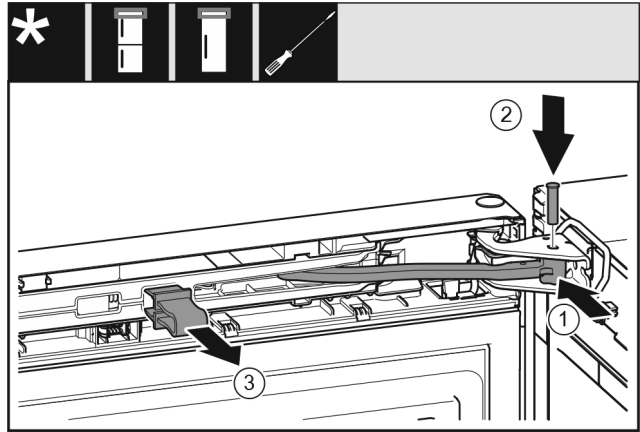

Fig. 21
- ▶ Поверніть шарнір в опорному кронштейні. Fig. 21 (1)
- ▶ Встановіть гвинт в опорний кронштейн та шарнір. При цьому виступ фіксатора повинен займати правильне положення в пазу. Fig. 21 (2)
- ▶ Зніміть запобіжник. Fig. 21 (3)